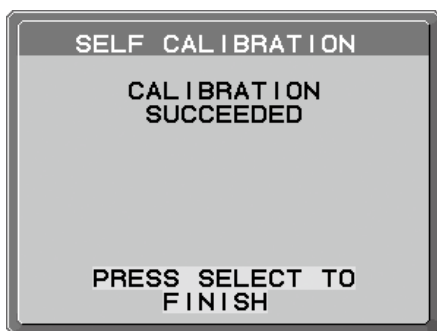

图 S.4
7. 当校准成功 (CALIBRATION SUCCEEDED) 信息出现后 (图 S.4)，请按 SELECT。